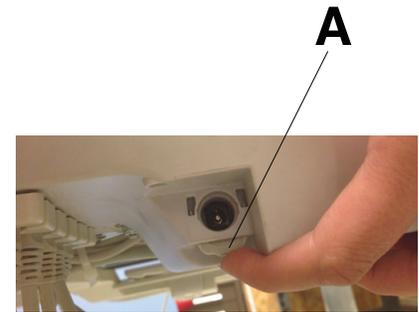

Figura 4 – Blocco e sblocco del cavo della batteria
2. Individuare la centralina di comando (Figura 4).
4. Premere il blocco del cavo della batteria per bloccare il cavo nella centralina di comando (A) (Figura 4).
3. Sbloccare il cavo della batteria dalla centralina di comando (A) (Figura 4).